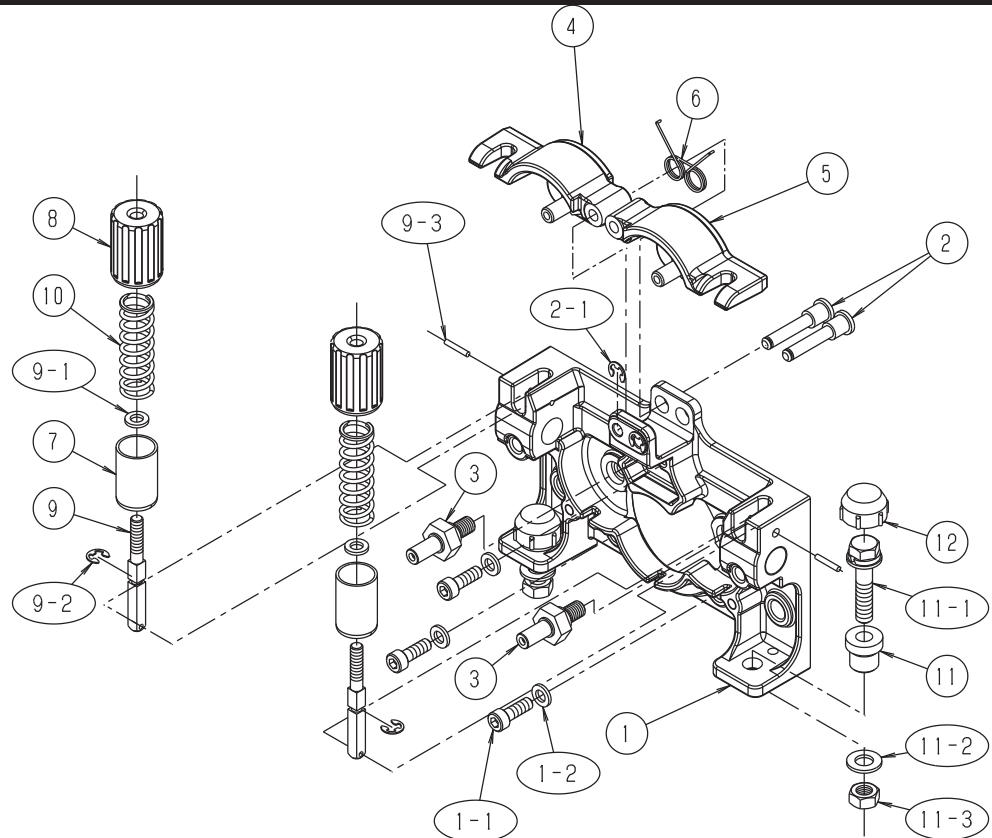

図2. ワイヤフィーダ分解図
⑨ パーツリスト(つづき)
9. 2 ワイヤフィーダ関係(図2)